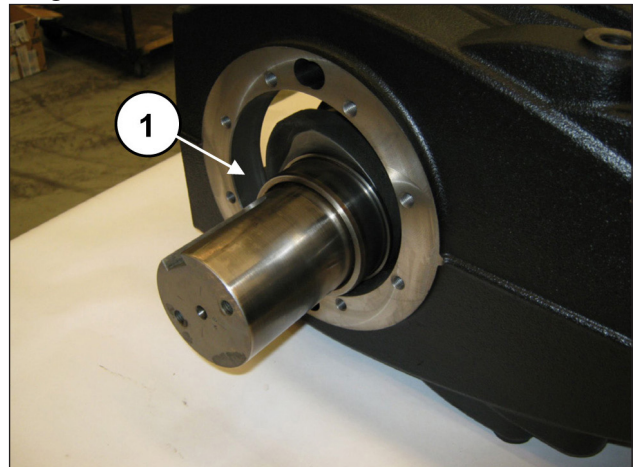
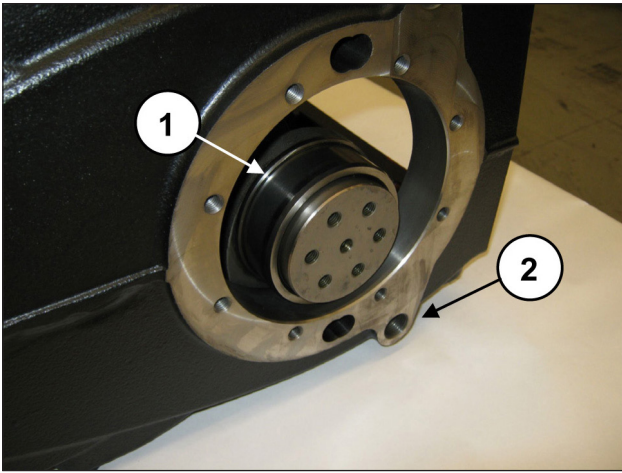

Fig. 49
Fig. 50
Monter impérativement le vilebrequin avec le côté PTO à l'opposé des orifices G1/2" pour les bouchons d'évacuation de l'huile du carter de pompe (rep. ②, Fig. 50).
S'assurer que l'arbre est enfoncé dans le carter (rep. ①, Fig. 49 et Fig. 50).